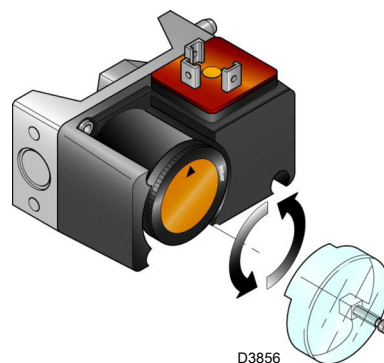

图 25
- 调节蝶阀上的最大燃气压力开关（图 25）至量程的终止位置；
上述调整结束后，开始设定最大燃气压力开关，此时开关位置应置于量程开始位置（图 25）。使燃烧器以最大出力运行，通过逆时针旋转压力调节旋钮降低压力直至燃烧器锁定。顺时针旋转旋钮 0.2 (2 mbar)，重新启动燃烧器。